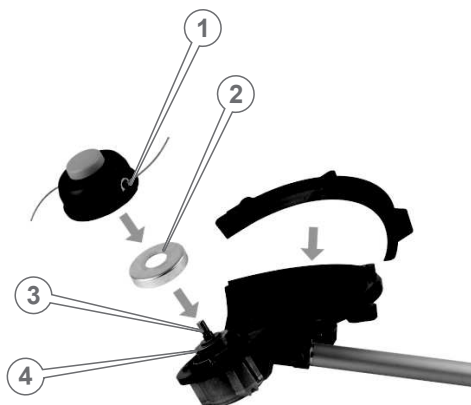

Рисунок 13. Схема встановлення різальної головки.
1. Встановити на шпindel (3, рис. 13) редуктора кутового шліцьову привідну шайбу (4, рис. 13) з посадковим виступом у такий спосіб, щоб стопорний отвір редуктора кутового збігався зі стопорним отвором на шліцьовій привідній шайбі;
2. Встановити на шпindel (3, рис. 13) тарілчасту шайбу (2, рис. 13).
3. Накрутити на шпindel (3, рис. 13) різальну головку (1, рис. 13) із жилкою і затягнути рукою проти годинникової стрілки.